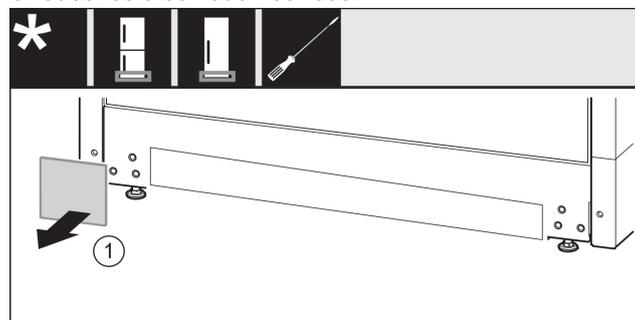

Fig. 25
- ▶ Retirar la cubierta. Fig. 25 (1)